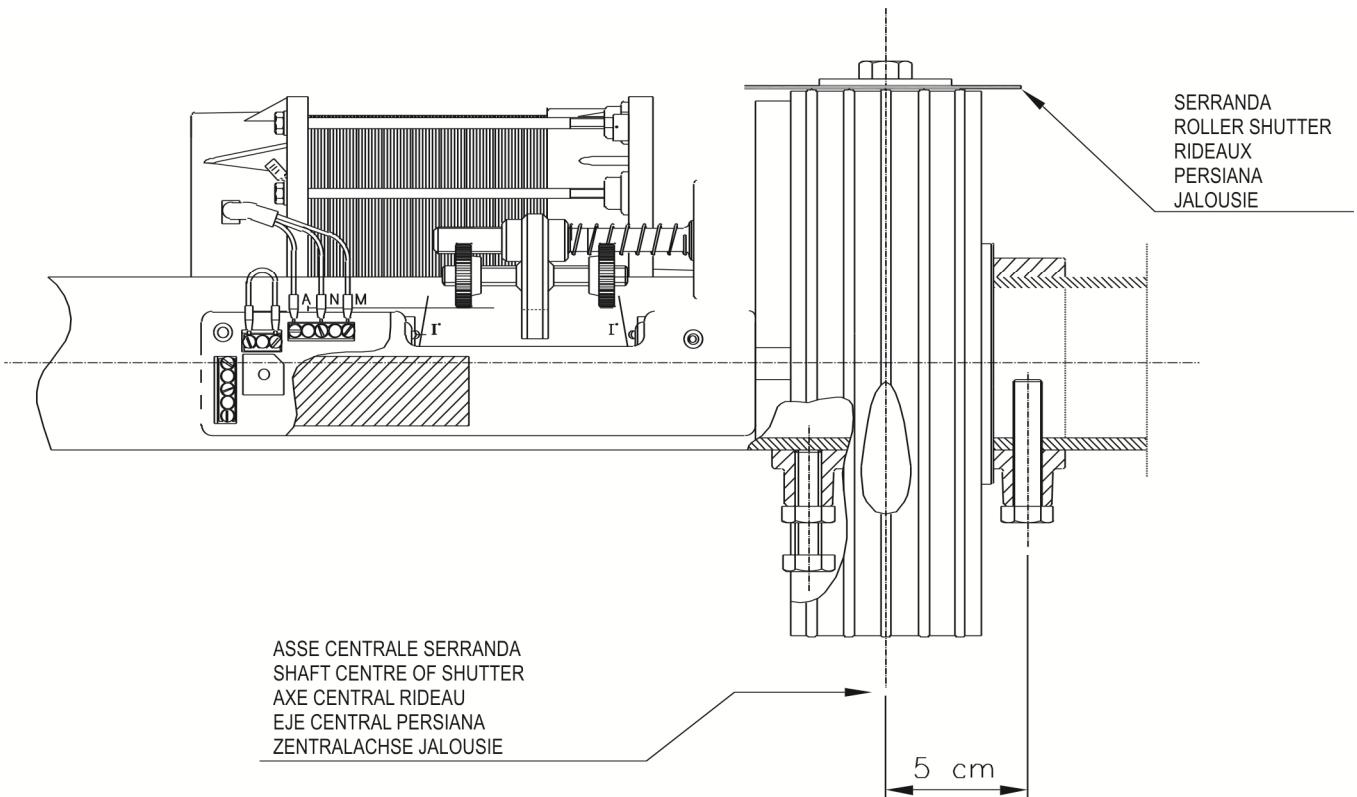

FIG. 1
-  1) Hacer un orificio de 10 mm a 5 cm de diámetro del centro del eje de la persiana (ver la **FIG. 1**).
- 13) Apretar a mano el motorreductor 1-1½ vuelta llevando la abrazadera de final de carrera hacia el microinterruptor 1 (abajo) como en la fig. 1 (debe girar sin obstáculos).
- 19) Si es necesario instalar la persiana en el sentido opuesto al que se ilustra en la **FIG. 1**, los pasos anteriores se deben realizar cambiando las funciones de los dos microinterruptores, ya que el microinterruptor 2 detiene la bajada y el microinterruptor 1 detiene la elevación.
- 1) Eine Bohrung mit einem Durchmesser von 10 mm bis 5 cm vom Mittelpunkt der Achse der Jalousie anbringen (s. **ABB. 1**).
- 13) Den Getriebemotor von Hand um 1-1½ Drehungen anziehen und dazu den Endschalterring in Richtung Mikroschalter 1 (unten) bringen wie in Abb. 1 (dieser muss mühelos drehen).
- 19) Wenn erforderlich die Jalousie in der Gegenrichtung zu der in **ABB. 1** dargestellten installieren. Die vorstehenden Punkte müssen dazu unter Umkehrung der Rolle der beiden Mikroschalter ausgeführt werden, da der Mikroschalter 2 das Herunterfahren stoppt und der Mikroschalter 1 das Anheben.